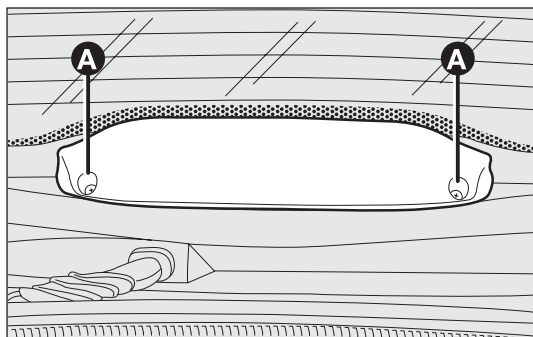

fig. 157
- svitare le due viti A-fig. 157 ed asportare il ricoprimento completo;